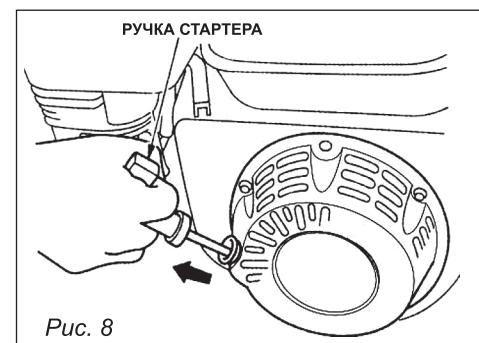

Рис. 8
- Плавно потяните за ручку стартера до начала сопротивления, а затем потяните резко (рис. 8).